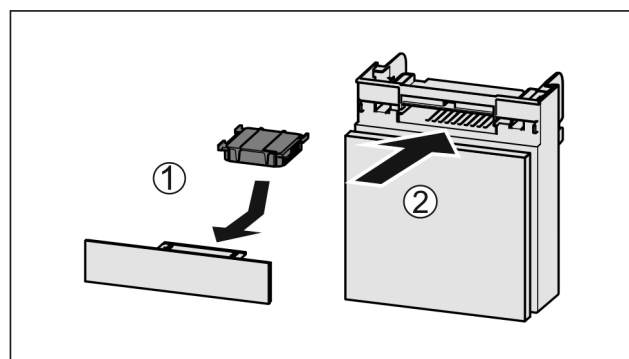

Fig. 138
- Insérer le filtre à charbon actif d'après le schéma Fig. 138 (1).
- Insérer le compartiment Fig. 138 (2).